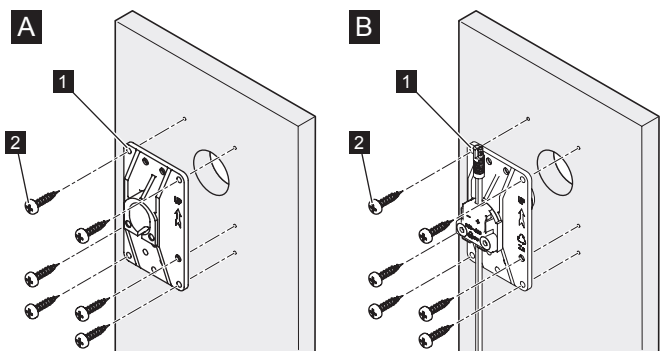

図10: 木パネルへの取り付け
電源なしホルダーセットへの取り付け(図10/A)は、電源ありホルダーセットへの取り付け(図10/B)と変わりません。
2. 木パネルにホルダーセットをあてます(図10/1)。
3. 木ネジを使用し、3Nmで締めてネジ留めします(図10/2)。